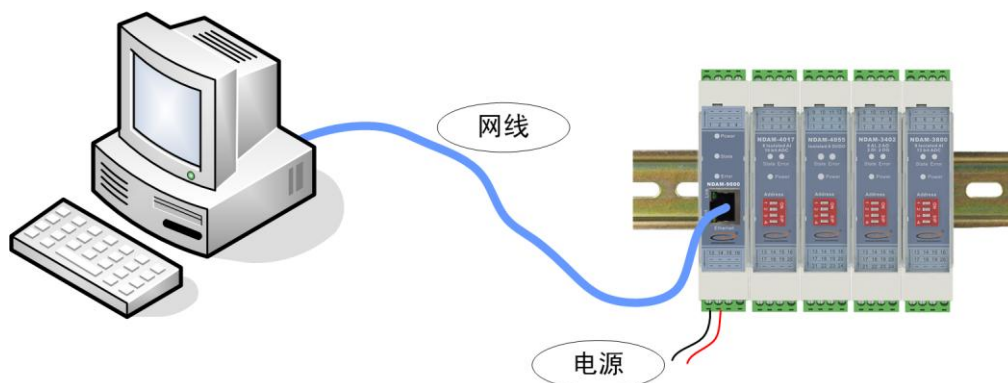

图 4.1 NDAM-4055 测试接线示意图
- ① 将 PC 机、NDAM-9000 和 NDAM-4055 模块按照如图 4.1 所示进行连接；